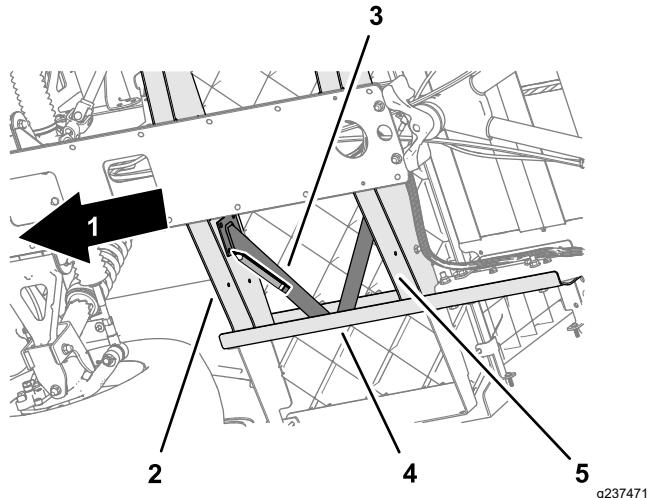
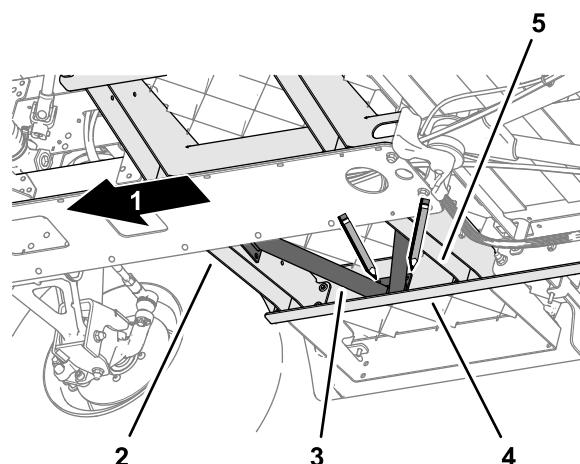
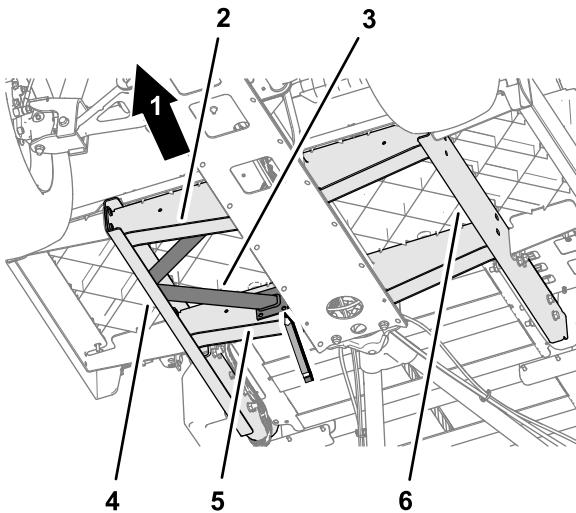

Figura 15
Figura 16
Figura 17
- Allineate le flange dell'ancoraggio del pianale a livello con il canale del telaio laterale, il canale del pianale anteriore e il canale del telaio posteriore della macchina (Figura 15).
- Allineate l'ancoraggio del pianale in modo che sia parallelo al pianale (Figura 15).
3. Utilizzando l'ancoraggio del pianale come riferimento, segnate le posizioni dei fori sul canale del telaio laterale e i canali del pianale (Figura 15, Figura 16 e Figura 17).